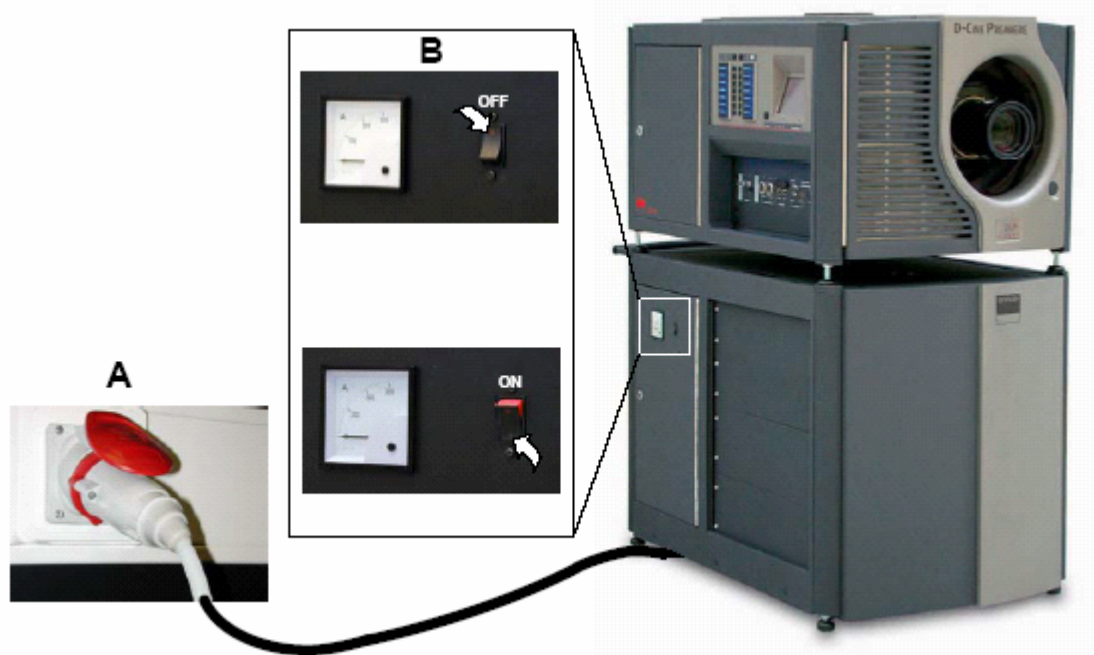

图 9-1 启动数字放映机
1. 将主电源插头 (A) 插入合适的壁上插座 (参阅“电源连接”)。(图9-1)
2. 扳动翻转开关 (B) 至“I”位置 (开关上看得见的红色部分表示开状态)